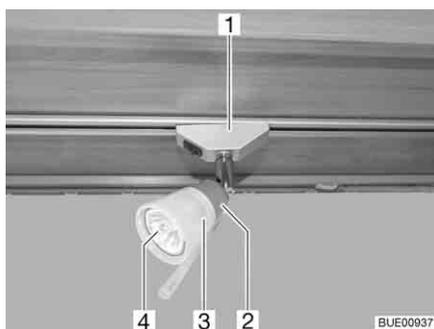

Fig. 277 Foco halógeno (desplazable)
- Girar el foco halógeno (Fig. 277,1) 90° y sacarlo del riel.
- Girar la pantalla de lámpara (Fig. 277,3) en sentido contrario a las agujas del reloj.
- Retirar la pantalla de lámpara y la bombilla halógena (Fig. 277,4) con cuidado del portalámparas (Fig. 277,2).